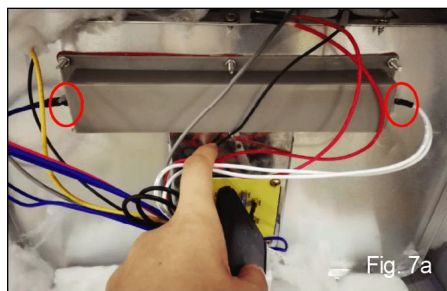

Fig. 7a
10. Ricollegare entrambi i cavi e serrare le viti della scatola. Vedere le figure 7a e 7b.